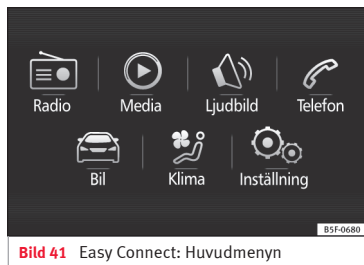
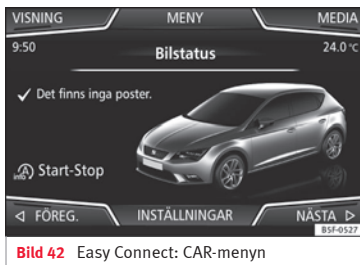

Bild 41 Easy Connect: Huvudmenyn
Bild 42 Easy Connect: CAR-meny
- Tryck på systemets **MENU**-knapp och sedan på **CAR** » **bild 41**-knappen eller **CAR**-knappen för att komma till **CAR**-menyn » **bild 42**.
- Tryck på funktionsknappen **Setup** för att öppna menyen **Fordonsinställningar** » **bild 42**.